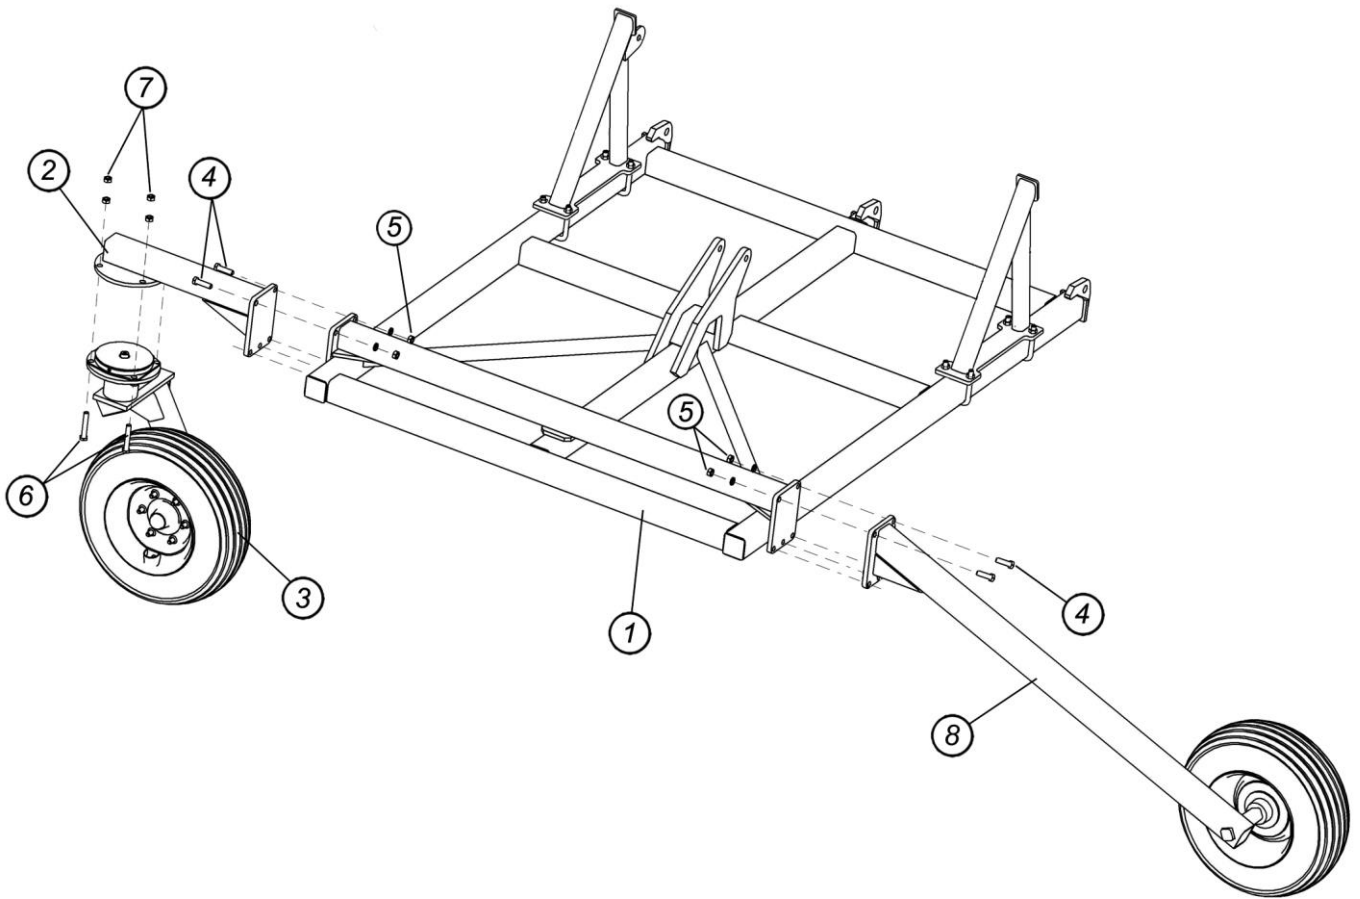

Рис.4.2.2. Боковое шасси, задняя консоль
4.2.2. Закрепите переднюю консоль 2 к фланцу боковой рамы 1 (рис.4.2.2) пятью болтами 4 (M20x70), гайками M20 и шайбами пружинными Ø20 мм. Совместив округлые фланцы бокового шасси 3 и передней консоли 2, затяните болты 6 (M22x120) и гайки M22 (по две гайки на каждый болт), подложив пружинные шайбы Ø22 мм.
4.2.3. Закрепите заднюю консоль 8 (рис.4.2.2) к фланцу боковой рамы 1 при помощи болтов 4 (M20x70), гаек и шайб пружинных.